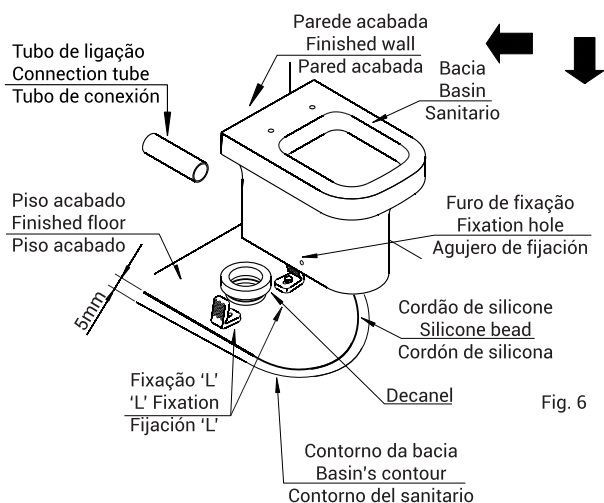

Fig. 6
**5** Encaixar a louça no tubo de ligação e em seguida fixe-a no piso, de modo que os furos laterais coincidam com o suporte "L" e pressione-a (efetuar esta operação com a ajuda de outra pessoa) (Fig. 6).
Fit the ware to the connection tube and subsequently fit it on the floor, so that the lateral holes match with the "L" support, and pressure it (do this operation with the help of another person) (Fig. 6).
Encaje la loza en el tubo de conexión y en seguida fijela en el piso, de modo que los agujeros laterales coincidan con el soporte "L" y presionela (efetuar esta operación con la ayuda de otra persona) (Fig. 6).